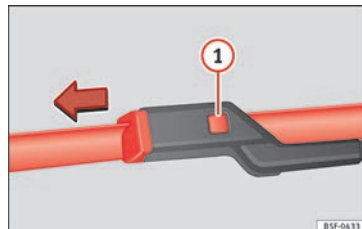

Bild 80 Byta vindrutans torkarblad
- Tryck och håll in frigöringsknappen » » **bild 80** ① och dra samtidigt försiktigt torkarbladet i pilens riktning.